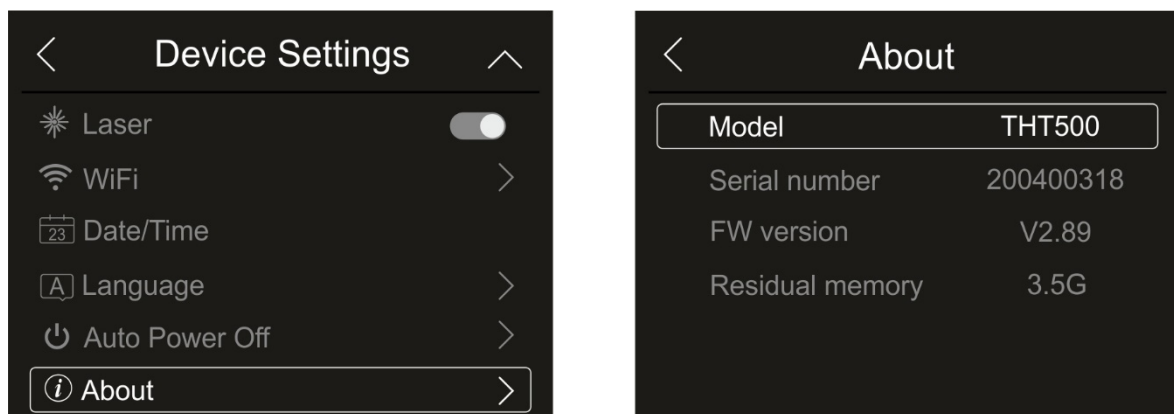

Fig. 22: Información en el instrumento
1. Toque el texto “About” para conocer la información en el instrumento relativa a: modelo, número de serie, versión interna del Firmware y memoria restante. Se muestra la pantalla de la Fig. 22 – parte derecha: